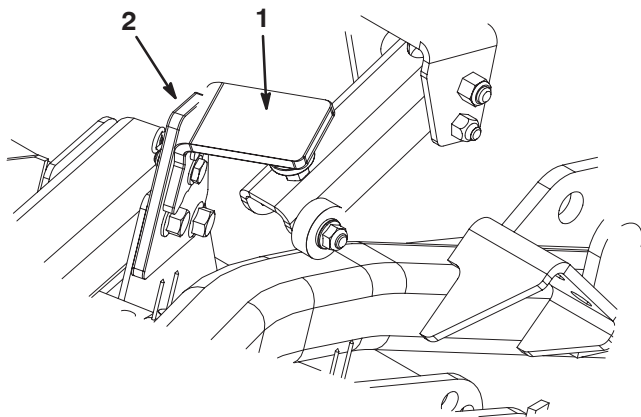

Bild 80
2. Entfernen Sie den Splint und den Lastösenbolzen, mit dem der Mähwerktransportriegel an der Riegelplatte befestigt ist (Bild 80). Drehen Sie den Riegel zum Mähwerkheck.